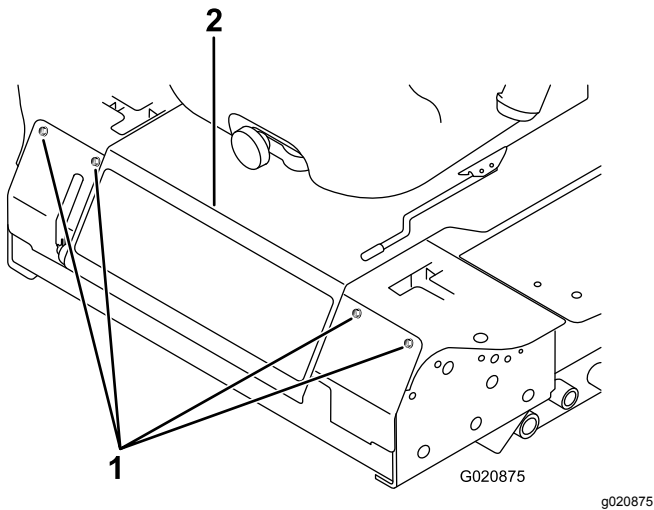

Figura 59
2. Afloje los pernos del panel delantero y retire el panel (Figura 59).